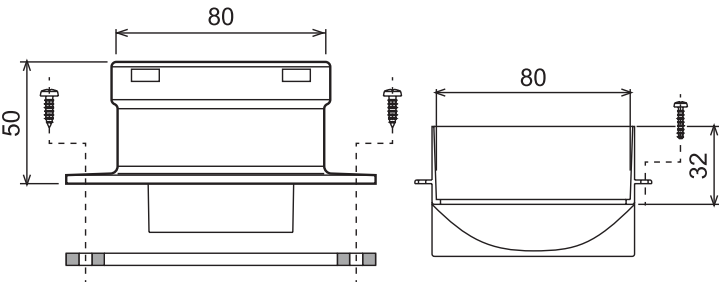

Рис. 12. Соединительный элемент для раздельного дымоудаления (арт. 010011X0)
**Внимание:** для котлов Vitabel F40 используется комплект фланцев раздельного дымоудаления арт. 902619360 (рис. 12А)